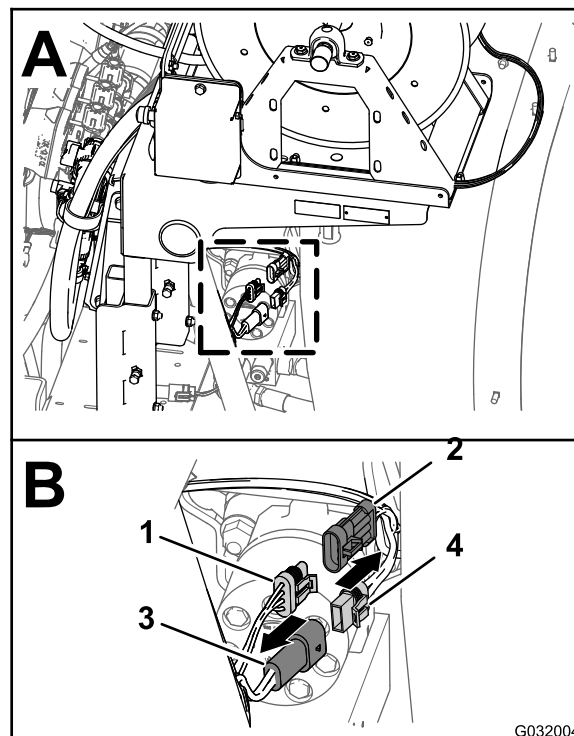

Figura 3
- En la parte trasera de la máquina, localice el arnés de cables del kit de carrete de manguera eléctrico, en la parte trasera del depósito del fumigador (Figura 3, A).
- Desconecte el conector hembra de 2 vías del arnés del carrete de manguera eléctrico del conector de 2 pines del arnés de cables principal trasero (Figura 3, B).
hembra de 3 vías del arnés de cables principal trasero (Figura 3, B).